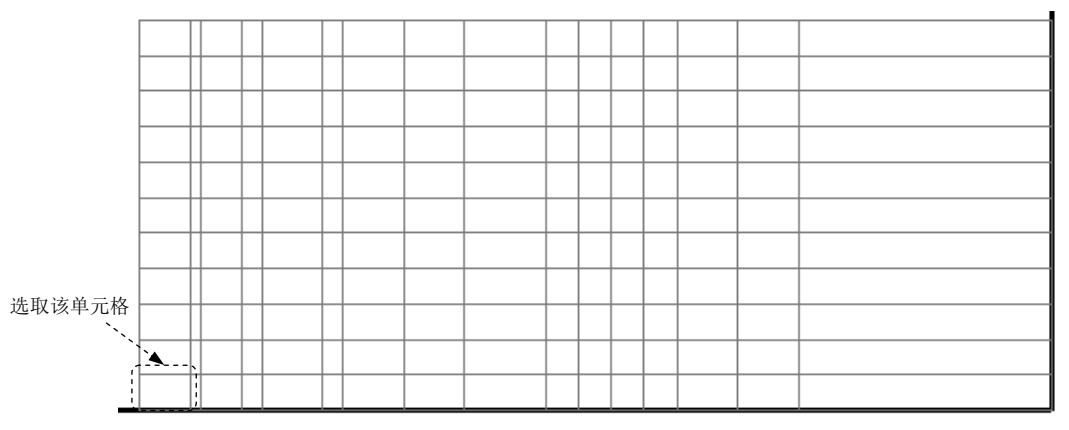

图 6.4.5 设置表格列宽参数
Step5. 参照 Step4 从右至左设置其他单元格列宽，列宽度值依次为 12、12、6.5、6.5、6.5、16、12、12、4、12、4、8、2 和 10，结果如图 6.4.5 所示。
Step6. 设置表格行高参数。选取图 6.4.5 所示的单元格，在功能选项卡区域的 **表** 选项卡中单击“高度和宽度”按钮 ，系统弹出“高度和宽度”对话框，在对话框的 **行** 区域的 **以绘图单位计的高度** 文本框中输入行高度值 7，单击 **确定** 按钮。